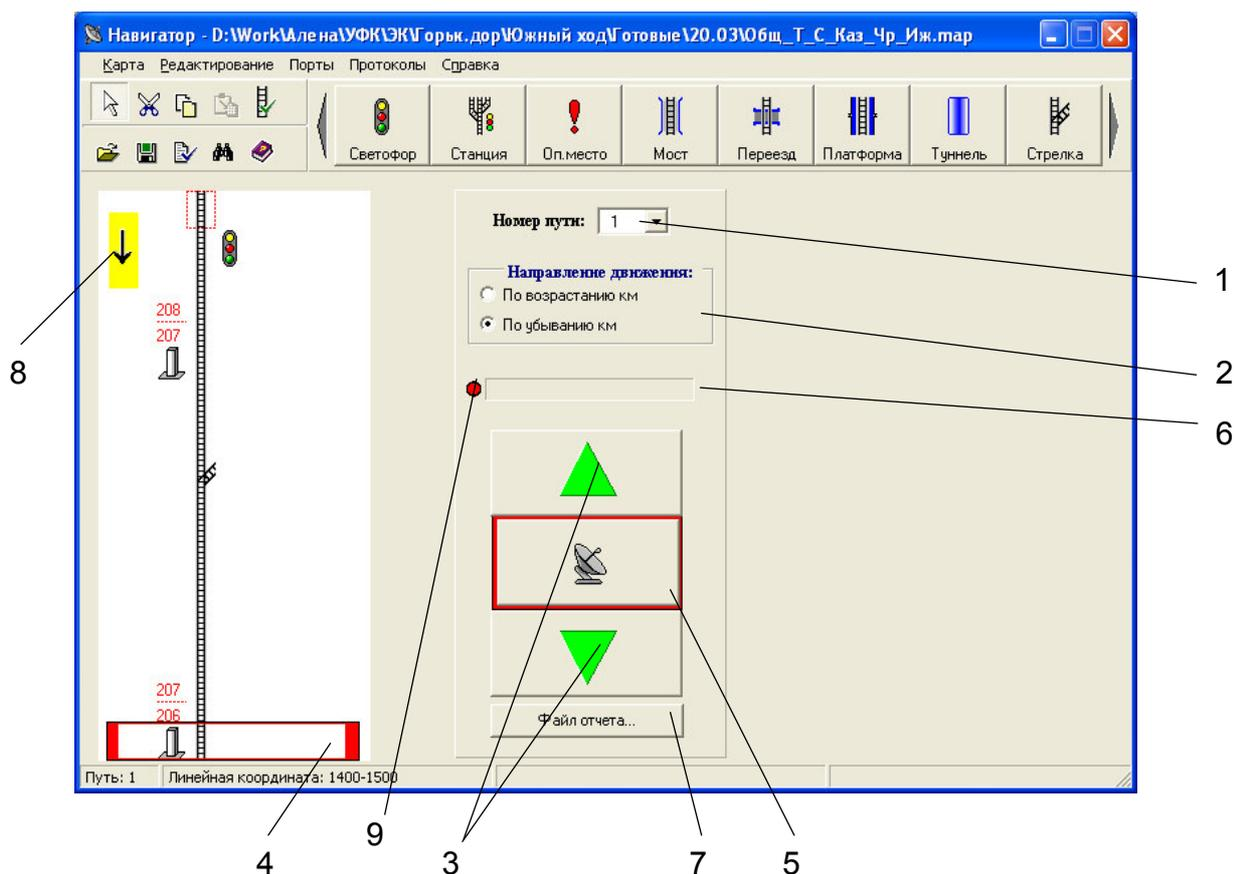
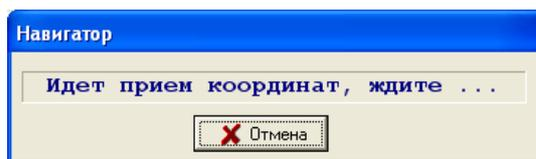
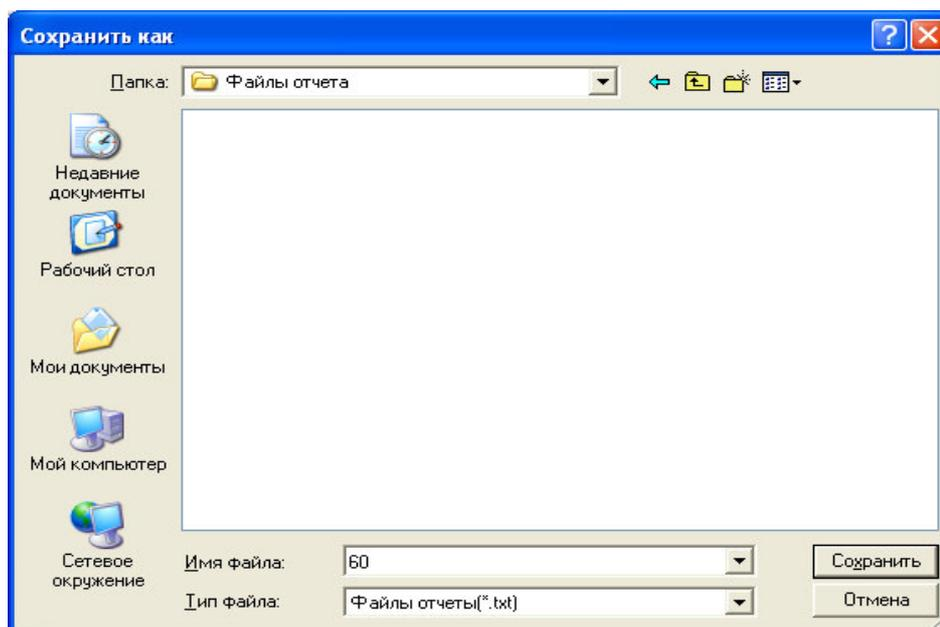
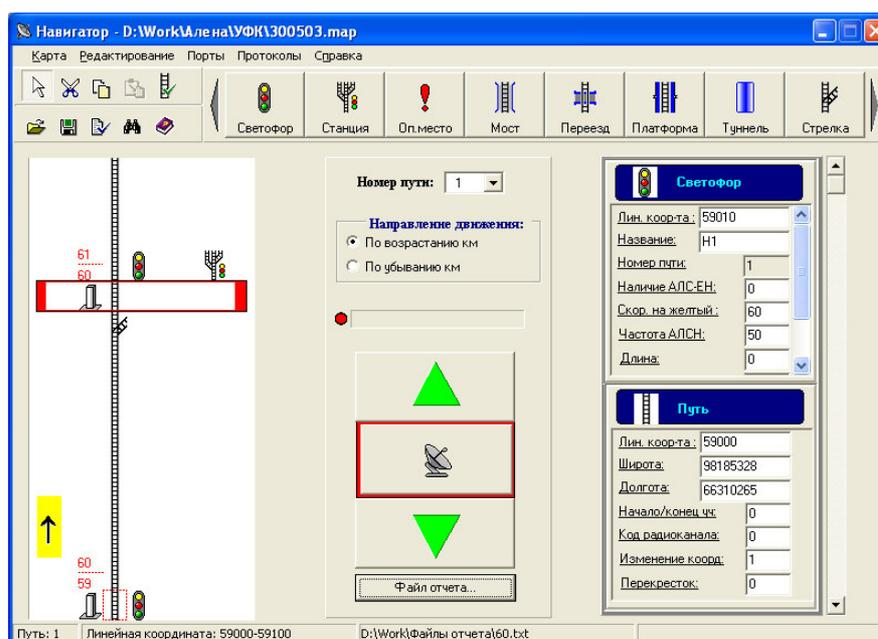

Рисунок 2.29
Рисунок 2.30
Рисунок 2.31
Рисунок 2.32
2.3.3.6 Перед началом движения укажите (рисунок 2.29):
При правильной работе навигационного приемника индикатор получения сообщений от спутника (рисунок 2.29, поз.9) периодически меняет свой цвет с зеленого на красный. В момент проезда подвижным составом отмеченного километрового столба нажмите левой клавишей мыши кнопку с изображением параболической антенны (рисунок 2.29, поз.5). При этом появляется окно с сообщением «Идет прием координат» (рисунок 2.30), после чего в поле (рисунок 2.29, поз.6) появится надпись зеленого цвета – «Решение достоверно» или надпись красного цвета – «Решение недостоверно» (в этом случае координаты не записываются). После завершения чтения географических координат с приемника и окончания их записи в поля «Широта» и «Долгота» окно с сообщением исчезает, а сама карта прокручивается в направлении движения к следующему километровому столбу.
Если окно с сообщением «Идет прием координат» (рисунок 2.30) «зависает» на время более 5 с, нажмите для его закрытия клавишу «Отмена». Далее следует проверить правильность указания номера порта в меню «Порты», затем проверить надежность соединения компьютера с навигационным приемником, проверить надежность электропитания приемника и компьютера, а также убедиться в том, что антенна не экранирована от спутников.
2.3.3.7 Для контрольной записи географических координат в программе «Navigator» предусмотрено формирование файла отчета (рисунок 2.29 поз.7), в который ежесекундно записываются текущие географические координаты. Промежуточные результаты хранятся в памяти персонального компьютера в файлах с расширением «\*.txt», которые затем обрабатываются с помощью программы «ReadLog». Работа в программе «ReadLog» описана в 2.3.4.1.
Для создания файла нажмите клавишу «Файл отчета» (рисунок 2.29, поз.7), затем в открывшемся окне (рисунок 2.31) задайте путь и имя файла и нажмите клавишу «Сохранить». С этого момента в созданный файл, отраженный в строке состояния (рисунок 2.32) осуществляется запись информации, поступающей от навигационного приемника, с периодичностью 1 секунда. Закрытие файла (остановка записи) производится либо сохранением карты через Главное меню программы «Navigator» (при этом исчезает ссылка в строке состояния), либо созданием нового файла отчета. В момент сохранения нового файла происходит закрытие предыдущего, а запись информации продолжается во вновь созданный файл.